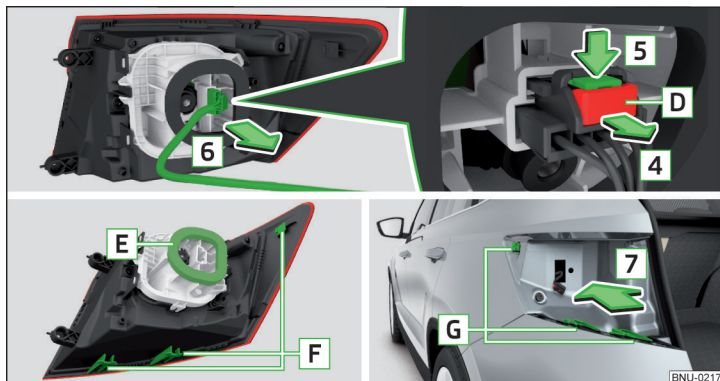

Fig. 353 Retirar el enchufe / Instalar la lámpara
- › Tirar el enclavamiento [D] en el conector en el sentido de la flecha [4] » fig. 353.
- › Introducir el conector contra el sentido de la flecha [6] » fig. 353 en la luz.
- Considerar que en la reinstalación de las luces del grupo de conductos entre la carrocería y las luces no se aprisionen, y que la junta [E] » fig. 353 es colocada correctamente - de lo contrario existe el peligro de la entrada de agua y del daño de la instalación eléctrica.